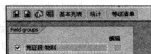

图 12-19 选择文件组
STEP 3 输入“标题”后, 在“Output format”栏中选择“SAP List Viewer”选项, 然后单击“”按钮进入下一个界面, 如图 12-19 所示。